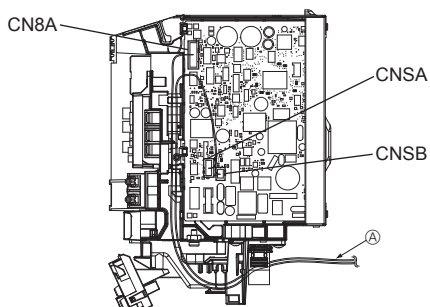

Fig. 6-9
- Raccorder le fil de raccordement en option ④ au connecteur de la carte de circuit imprimé. (Fig. 6-9)